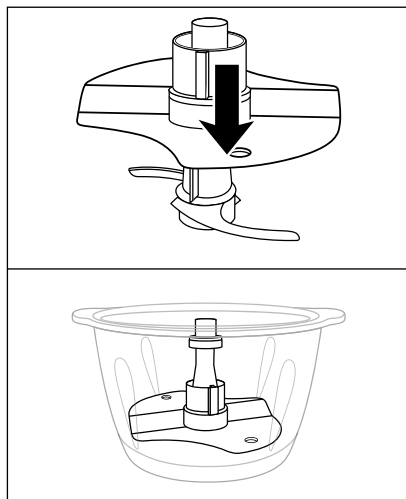

Bild 1
- Om du ska vispa 200–400 ml grädde fäster du emulgeringsskivan **12** på knivhållaren **7** så att emulgeringsskivan **12** ligger mot knivens **8** båda delar och låses fast (Bild 1):